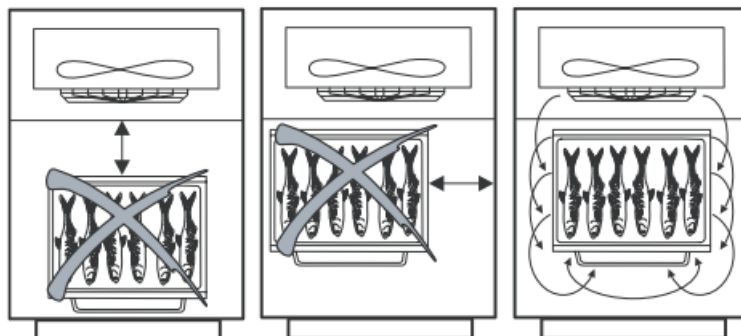

Рисунок 1
- Телешки шпильки располагать в середине прохода камеры (Рисунок 1);